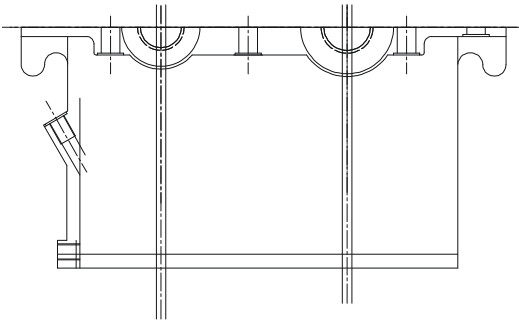

图 8-3-17
STEP 20 把由中心线偏移出来的虚线段转化成为实直线，效果如图 8-3-17 所示